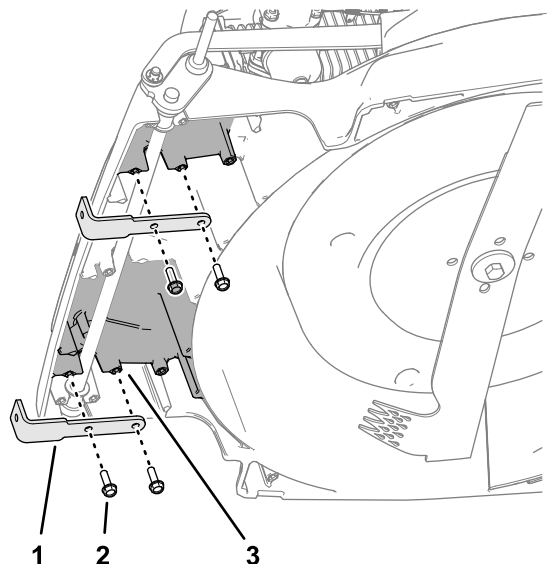

Figure 8
1. Alignez les trous du support inférieur et les trous du support de la brosse de groomer sur le plateau de coupe, comme montré à la Figure 8.
2. Fixez le support inférieur au support de la brosse de groomer sur le plateau de coupe (Figure 8) à l'aide de 2 vis à embase autotaraudeuses (6 x 20 mm).